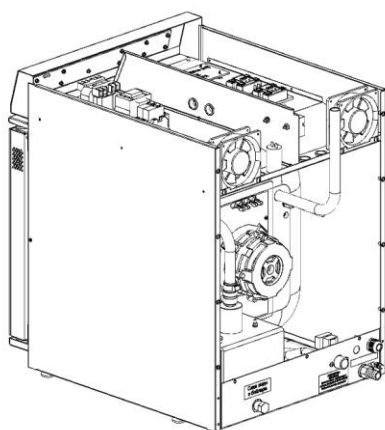

Рис. 5
2. Снять крышу пароконвектомата (см. Рис. 5);